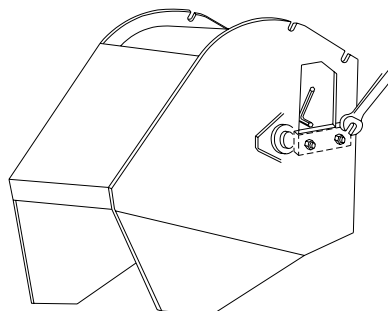

Fig. 15
- Placer les clés dans les deux ouvertures (fig. 15) et enlever la lame .
- Démontér le carter des courroies de transmission comme indiqué fig. 15.